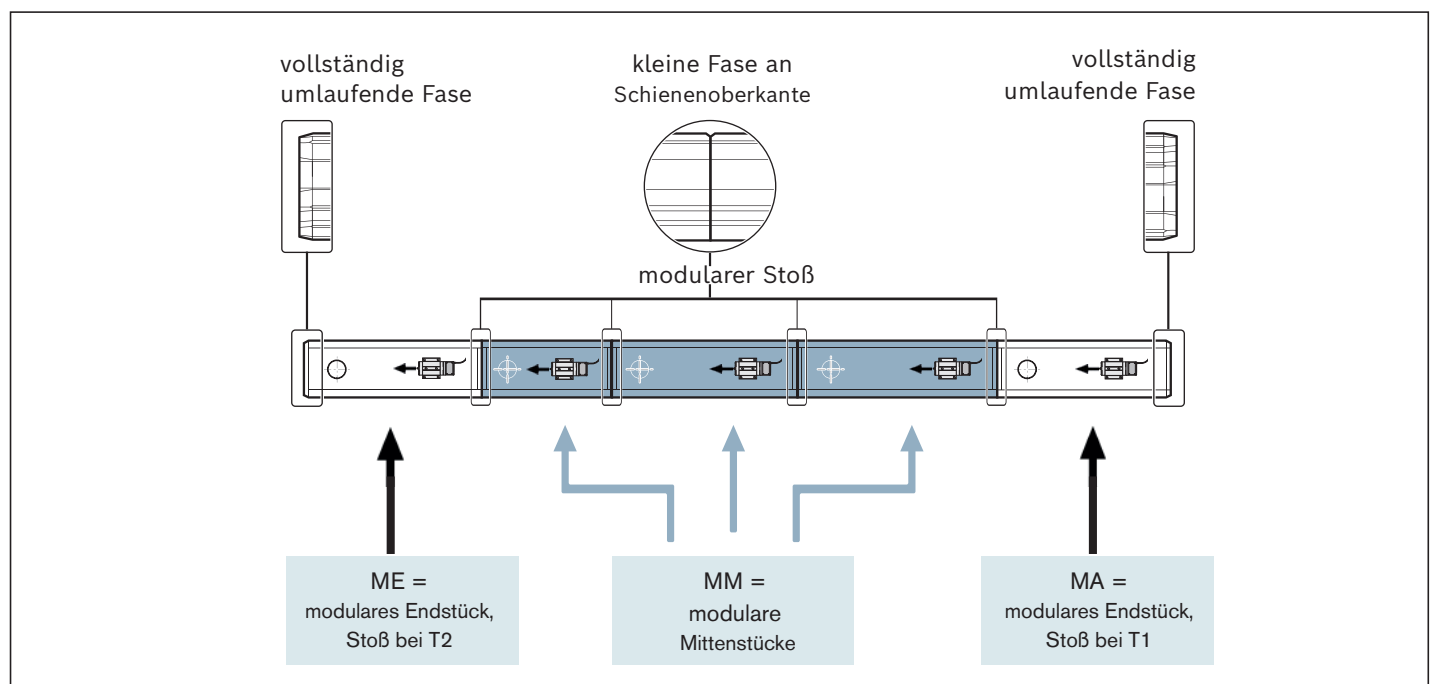

Fig. 6: Anordnung modulare Führungsschienen
- ▶ Alle Teilstücke (max. 8) innerhalb eines Schienenstranges für IMS-A Messsysteme müssen über den Typenschlüssel IMS2A-KSA und IMS2A-RSA konfiguriert werden. Das gilt für Schienenteilstücke mit und ohne Messfunktion. Alle Teilstücke innerhalb eines solchen Stranges sind mit dem Symbol  Fig. 6 zur Aufschieberichtung des Führungswagens gekennzeichnet.